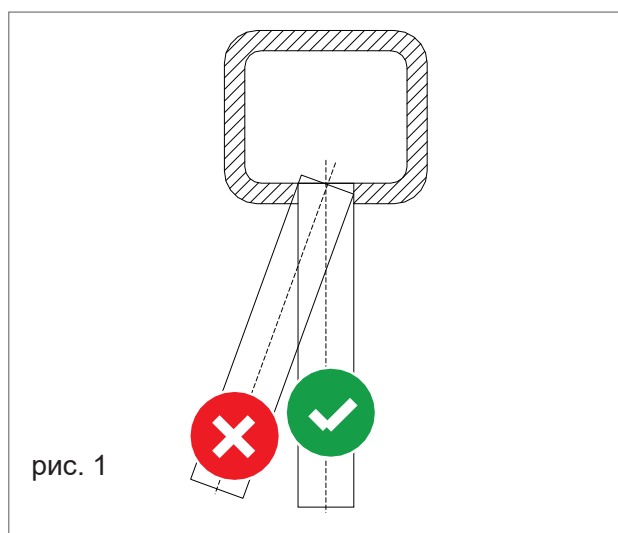

рис. 1
- › Труба дымоудаления должна быть расположена перпендикулярно противоположной внутренней стене дымохода (рис. 1).